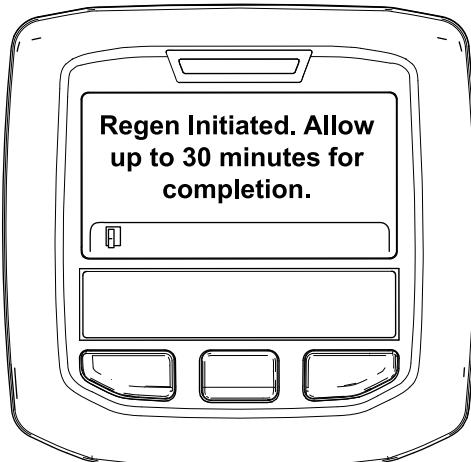

Bild 54
- Wenn die Regenerierung zugelassen wird, wird die Meldung „Regen. Initiated. Allow up to 30 minutes for completion“ im InfoCenter angezeigt. Warten Sie, bis die Maschine die geparkte Regenerierung abgeschlossen hat (Bild 54).